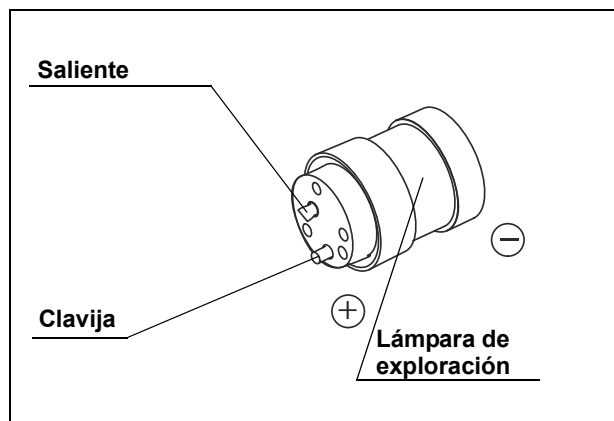

Figura 5.1
- Cuando deseche la lámpara usada, asegúrese de cortar el saliente del electrodo en el lado "+" de la lámpara de exploración utilizando unos alicates y descargue el gas interno (véase la figura 5.1). De lo contrario, el vidrio podría romperse debido al alto nivel de presión interna de la lámpara.